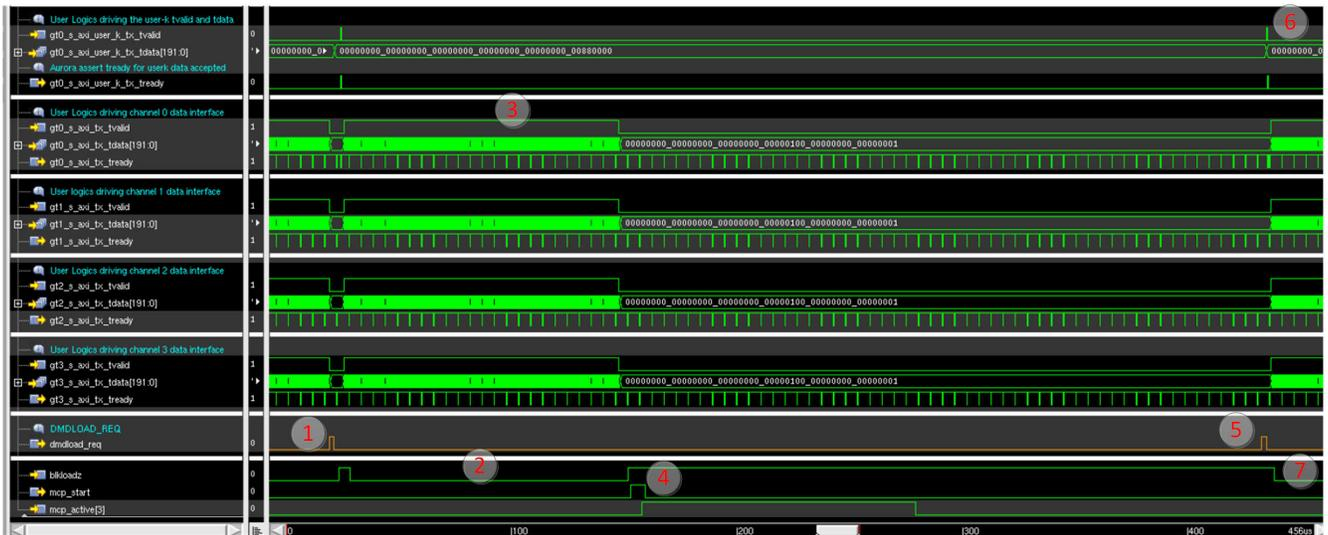

图 4-20. DMDLOAD_REQ 延迟置为有效波形
- 请参阅图 4-20，了解 Apps FPGA 选择向 DLPC964 发送 DMD 数据块但延迟 DMDLOAD_REQ 置为有效的情况。